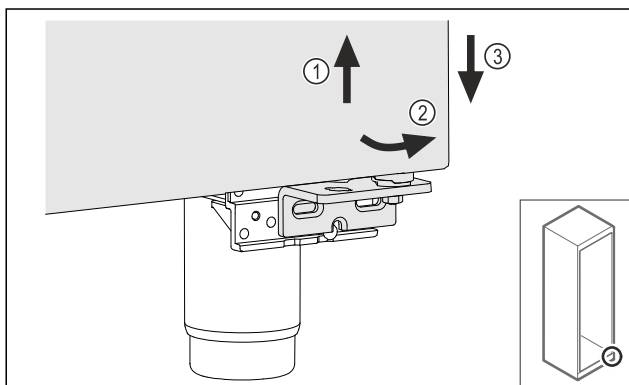

Fig. 19
- ▶ Повдигнете леко вратата Fig. 19 (1), наведете я отдолу напред Fig. 19 (2) и я спуснете Fig. 19 (3).